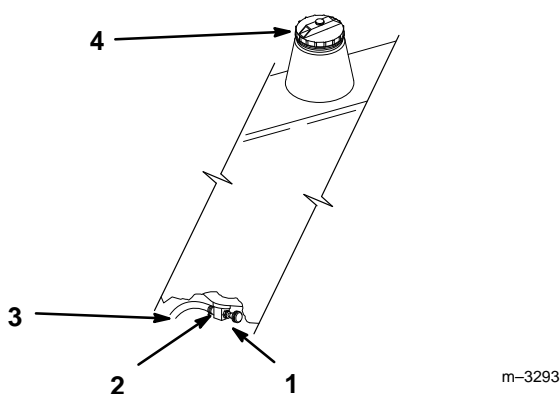

Abbildung 41
2. Den Absperrhahn am Kraftstofftank zudrehen (Abb. 41).
6. Den Kraftstoffhahn am Kraftstofftank öffnen (Abb. 41).
3. Die Schlauchschelle lösen und an der Kraftstoffleitung nach oben vom Kraftstoffhahn weg schieben (Abb. 41).
4. Die Kraftstoffleitung vom Kraftstoffhahn herunterziehen (Abb. 41). Den Kraftstoffhahn öffnen und das Benzin in einen Benzinkanister oder eine Auffangschale ablaufen lassen.
- Die Kraftstoffleitung am Kraftstoffhahn anbringen. Die Schlauchschelle neben den Kraftstoffhahn schieben, um die Kraftstoffleitung zu sichern (Abb. 41).